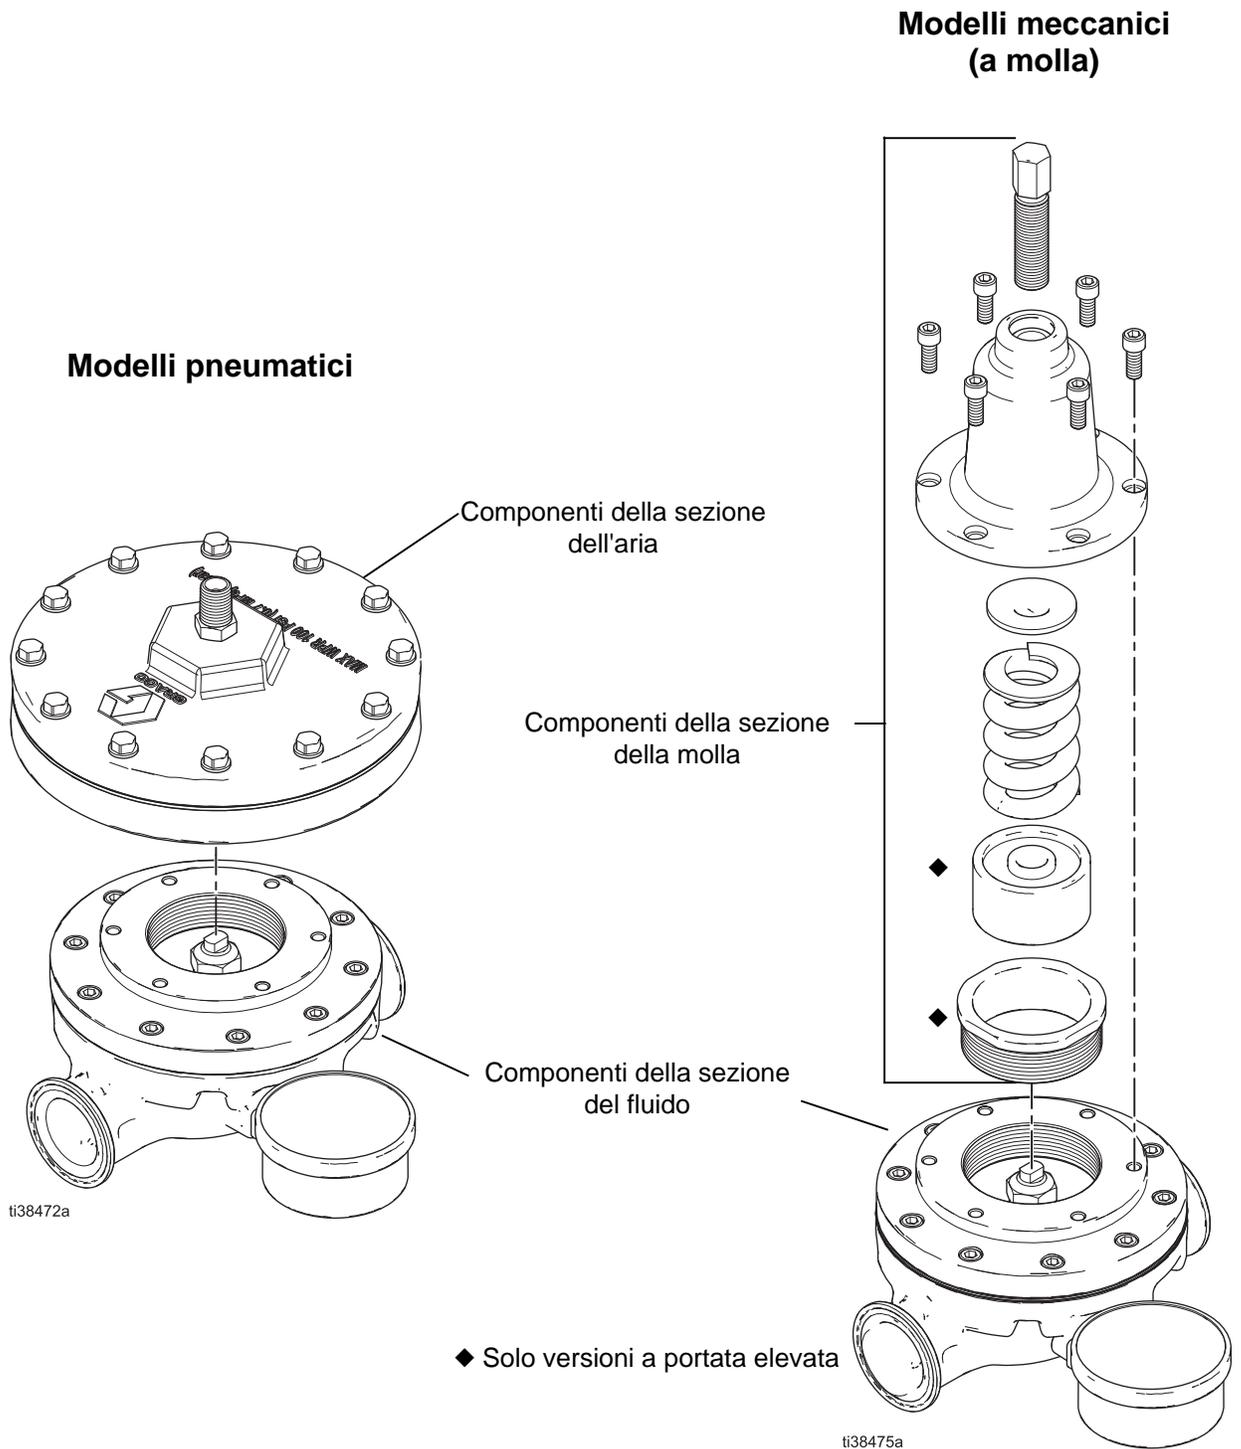

FIG. 2. Sezioni del regolatore di contropressione
5. Per riparare il BPR consultare le seguenti istruzioni, in base all'apparecchiatura (vedere la FIG. 2):